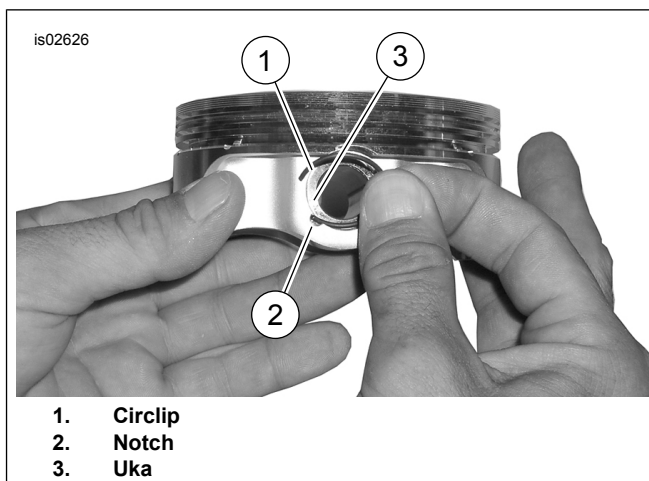

Figure 3. Circlip at Piston
- Tingnan ang Figure 3 . Ipasok ang bukas na dulo ng circlip (1) sa notch (2) na nasa groove (3) sa palibot ng piston pin boss nang sa gayon ang gap ay diretsong nakataas o diretsong pababa na posisyong kapag nakakabit.